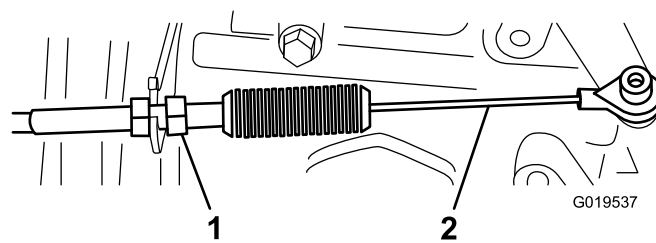
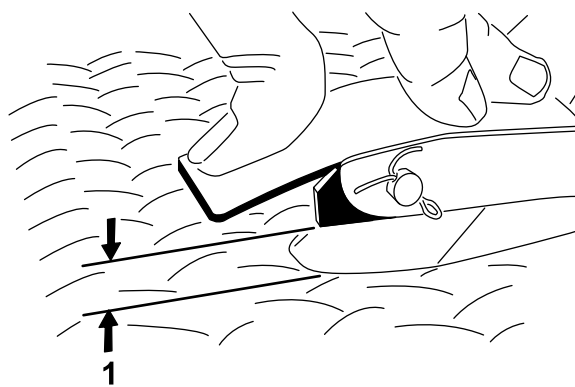

Figura 68
Figura 69
2. Regolate il giunto a sfera sul cavo dell'acceleratore (Figura 68) in modo tale che, quando si applica una forza di 11,3 kg al centro del pedale, si abbia un gioco compreso tra 2,54 e 6,35 mm tra il braccio del pedale dell'acceleratore e la superficie con motivo a rombi del pianale del veicolo (Figura 69).
3. Serrate il dado di bloccaggio (Figura 68).